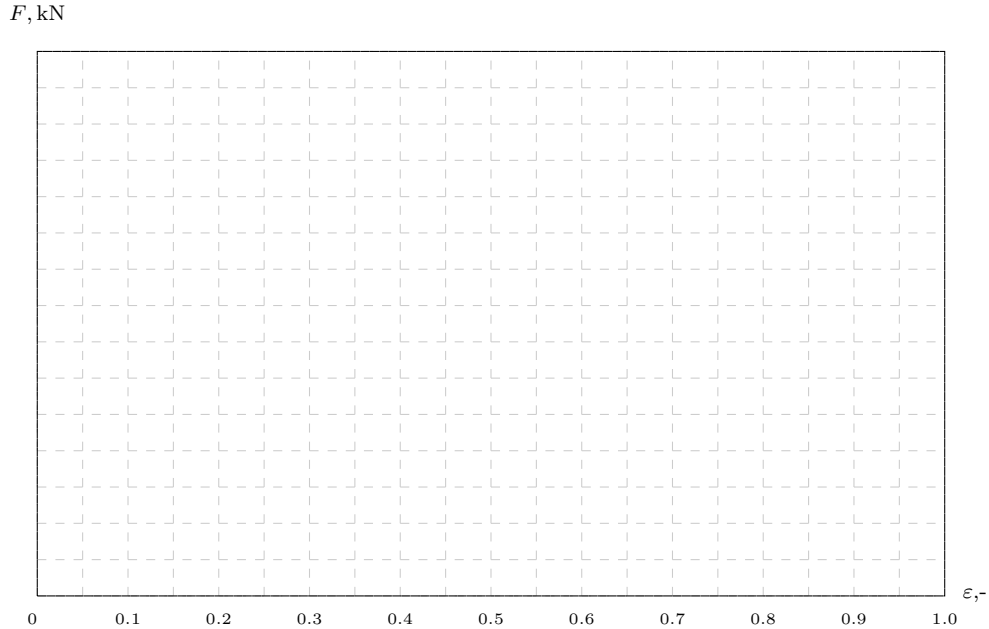

FIGURE 2 – Charge en fonction de la déformation
- f) Sur la Fig. 2, esquissez la courbe qui représente la charge  $F$  en fonction du taux de déformation réel  $\varepsilon$ .